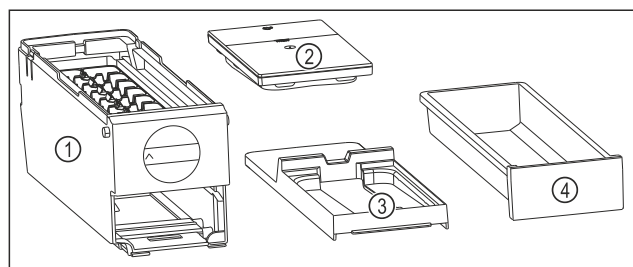

Fig. 145 Beståndsdelar i EasyTwist-Ice
- EasyTwist-Ice är delad i fyra delar. (se Fig. 145)
- Ta endast isär EasyTwist-Ice i de avbildade beståndsdelarna. (se Fig. 145)
- Rengör EasyTwist-Ice-enheten Fig. 145 (1) i sin helhet.